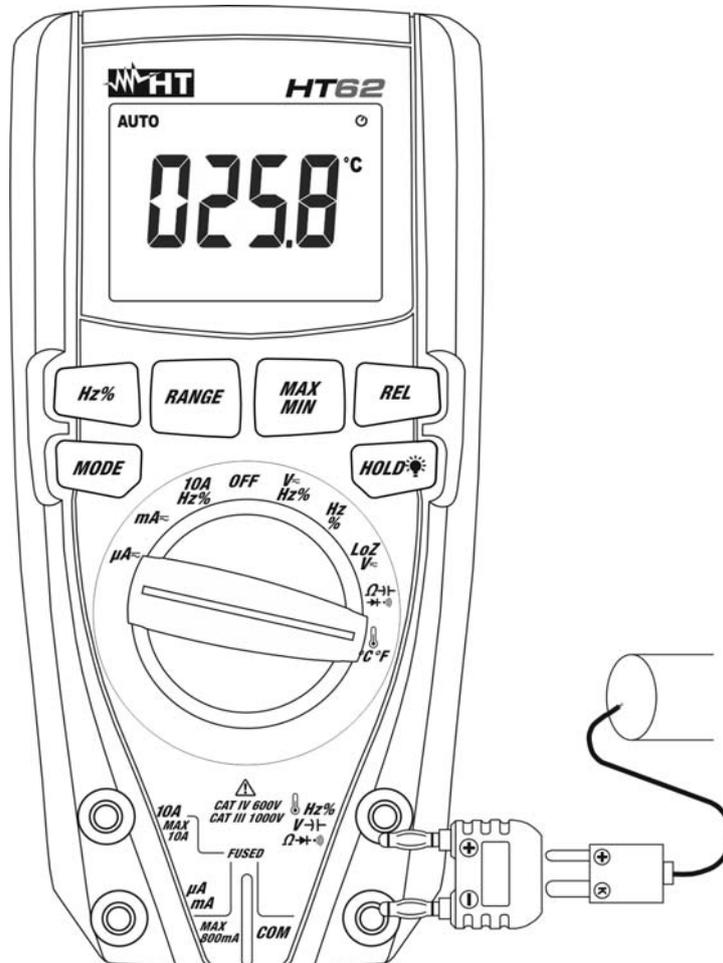

Fig. 9: Uso do instrumento para a Medição de Temperaturas
3. Inserir o adaptador fornecido nos terminais de entrada $\text{Hz}\% \text{V} \rightarrow \Omega \rightarrow \text{V}$ (polaridade +) e **COM** (polaridade -) (ver Fig. 9).